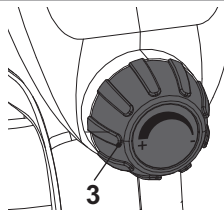

Fig. 4
- > Gire la perilla de ajuste del fluido (3) en la dirección "+" para aumentar el volumen de salida del fluido.
- > Gire la perilla de ajuste del fluido (3) en la dirección "-" para reducir el volumen de salida del fluido (Fig. 4).